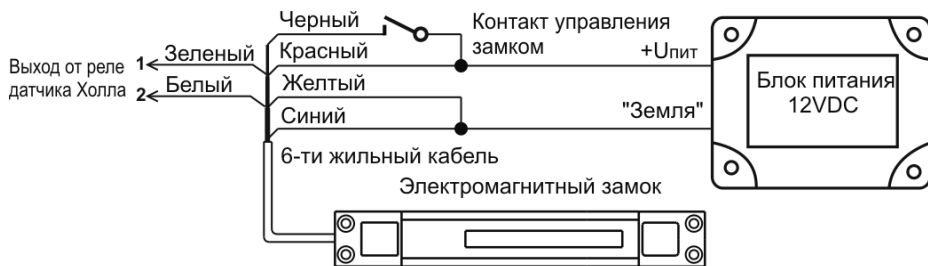
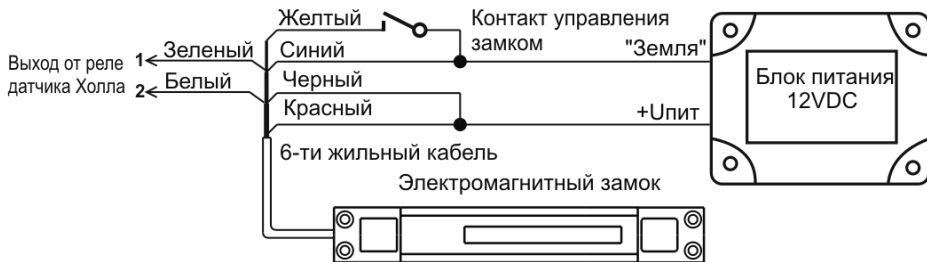

Рис. 7
Рис. 8
- 6.9 Схема подключения ЗАМКА при управлении по “+12 В” показана на рис. 7. Схема подключения ЗАМКА при управлении по “земле” показана на рис. 8. При замыкании контакта К1 ЗАМОК разблокируется.
- 6.10 Выводы 1 и 2 (рис. 7, 8) со динительного кабеля являются нормально-разомкнутыми «сухими» контактами герконового реле датчика срабатывания замка. Выводы 1, 2 замкнуты, если ЗАМОК заблокирован и разомкнуты, если – разблокирован. Допустимый ток коммутации через эти выводы не должен превышать 500 мА при напряжении не более 200 В.
6.11 В целях повышения помехоустойчивости системы рекомендуется подключать выводы 1 и 2 (рис. 7, 8) к системе контроля доступа отдельным двухпроводным кабелем.